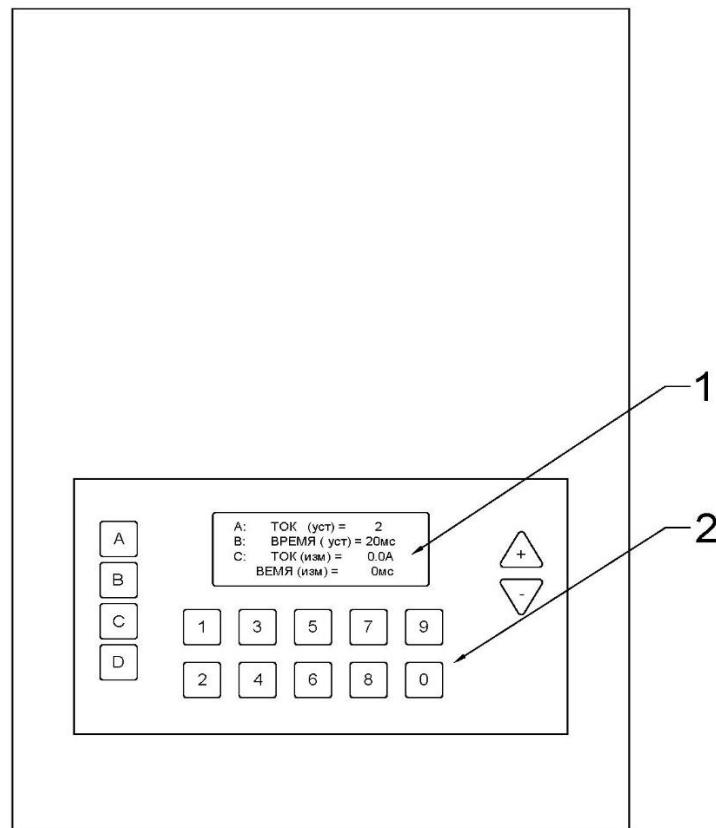

Рис. 3. Верхняя панель пульта управления СИНУС-Т 7000А
4.3.3. Верхняя панель пульта управления (СИНУС-Т 7000А) представлена на рис. 3. На ней расположены:
Внешний вид клавиатуры Комплекта представлен на рис. 3. Назначение клавиш клавиатуры приведено в таблице 1.